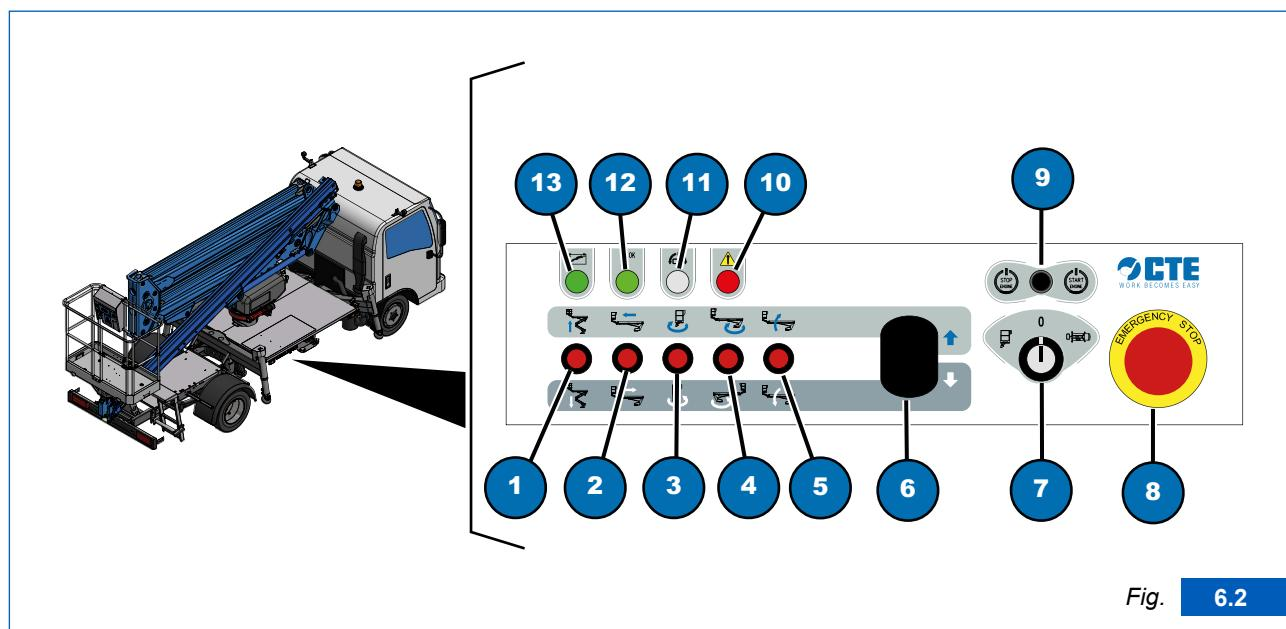

Fig. 6.2
- 2) infilare la chiave nel selettore (Fig. 6.2, 7)
- 3) ruotare il selettore (Fig. 6.2, 7) nella posizione "Comandi terra";
la spia (Fig. 6.2, 13) si accende;
- 4) verificare che la spia "STAB OK" (Fig. 6.2, 12) degli stabilizzatori sia spenta;
- 7) Controllare l'avvenuta accensione della spia "STAB OK" (Fig. 6.2, 12), che indica il consenso alla salita del braccio.
- 1) ruotare la chiave del selettori (Fig. 6.2, 7) nella posizione "Piattaforma di lavoro";
- Inserire la chiave nel selettore del quadro comandi a terra e ruotarla in posizione “comandi a terra” (Fig. 6.2, 7);
- verificare lo spegnimento delle spie degli stabilizzatori (Fig. 6.2, 1, 2, 3 e 4);
- ruotare la chiave nella posizione “neutra” ed estrarla dal selettore (Fig. 6.2, 7).